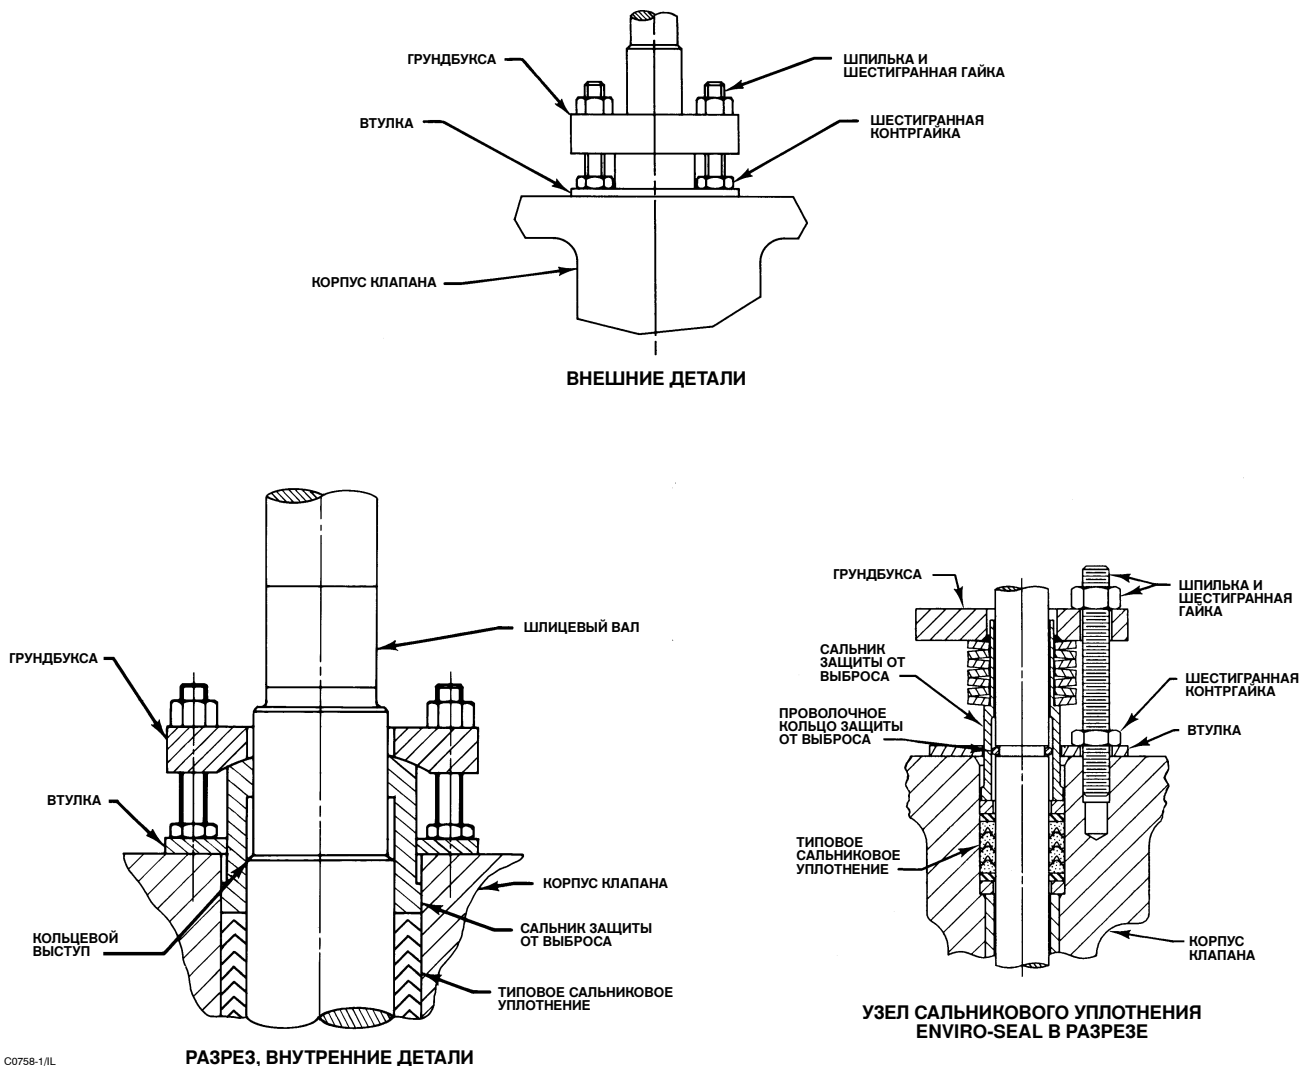

Рис. 7. Детали конструкции защиты от выброса
2. Снимите шестигранные контргайки (поз. 17) и втулку (поз. 10). Снимите грундбуксу (поз. 12). Детально элементы конструкции защиты от выброса показаны на рис. 7.
а. **Для сальникового уплотнения из ПТФЭ или графита:** Отвинтите шестигранные гайки (поз. 15) и выньте грундбоксу (поз. 11). Снимите шестигранные контргайки (поз. 17) и втулку (поз. 10). Снимите сальник защиты от выброса (поз. 12). Также см. рис. 7.